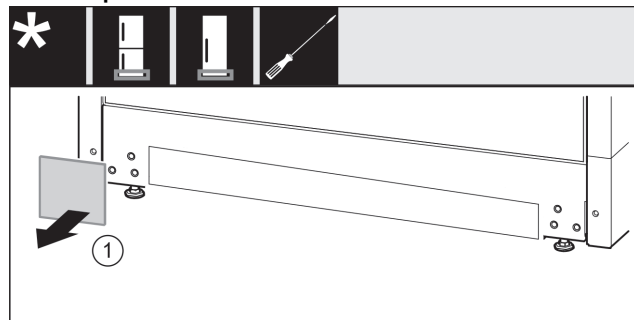

Fig. 16
- ▶ Ta av skyddet *Fig. 16 (1)*.